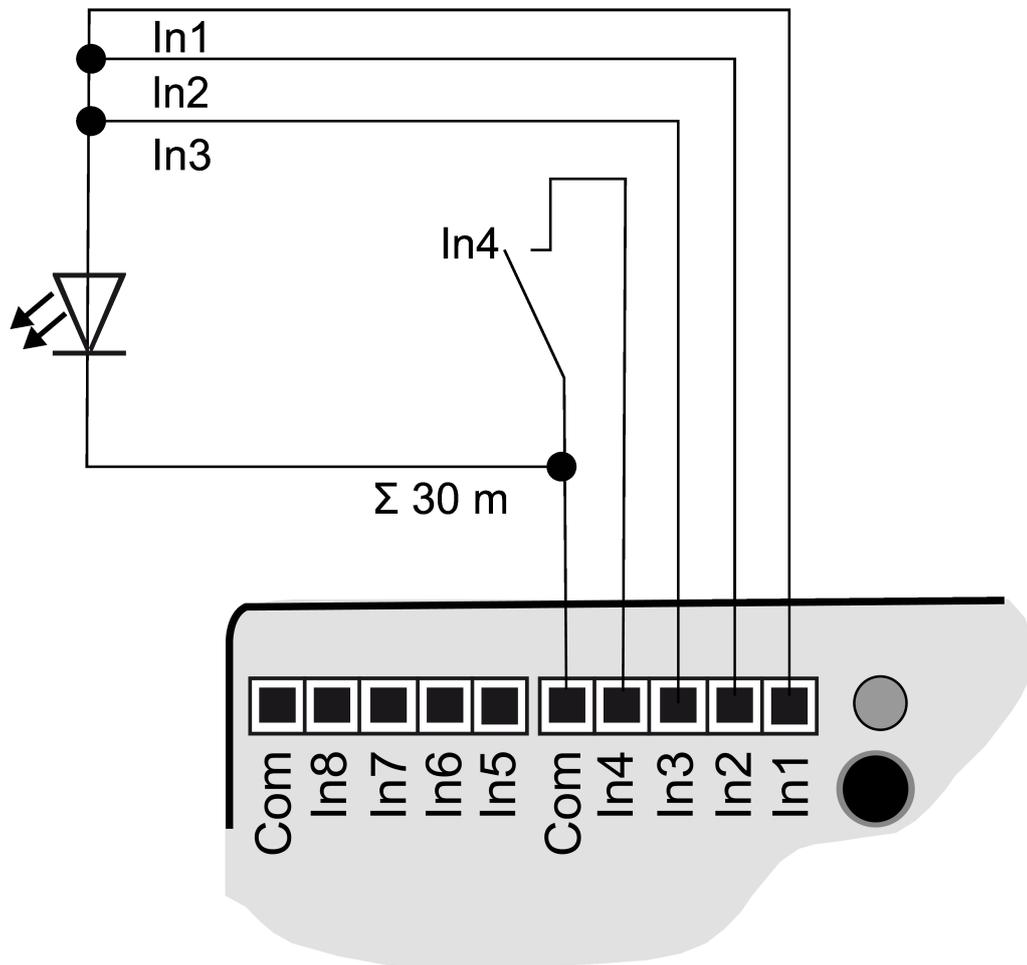

Bild 5: Anschlussbeispiel mit parallelgeschalteten Ausgängen
- i** Zur Erhöhung des Ausgangsstroms können Ausgänge bei gleicher Parametrierung auch parallel geschaltet werden, im Beispiel (siehe Bild 5) In1-In3 sind hier parallel geschaltet.